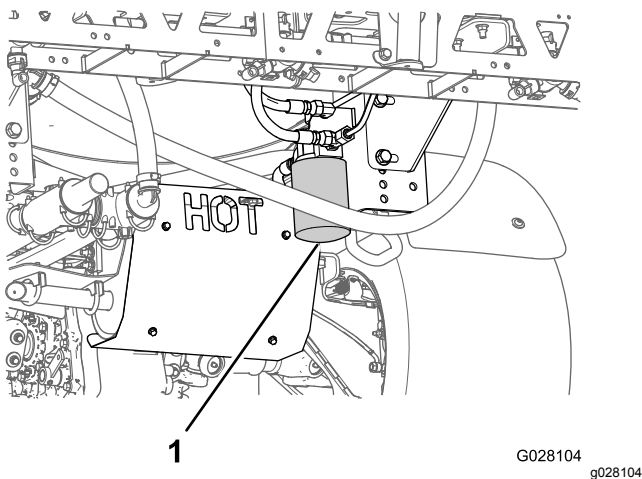

Bild 55
4. Entfernen Sie den Filter (**Bild 55**).